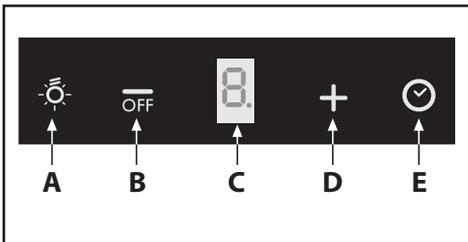

Fig.10
• **Betjening-senhed (Fig.10):**